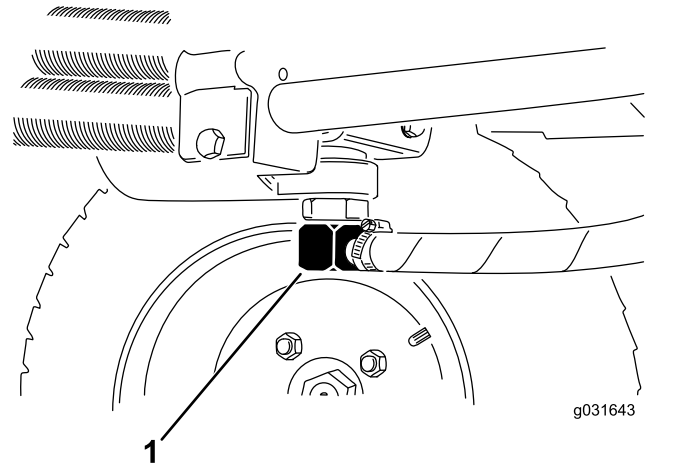
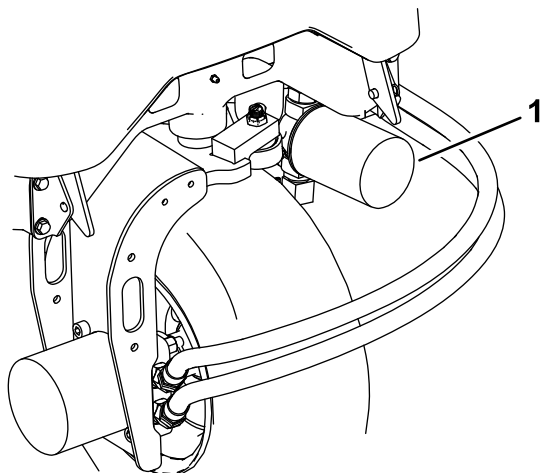

Figure 64
Figure 66
- Débranchez la conduite hydraulique ou enlevez le filtre hydraulique et laissez couler l'huile dans un bac de vidange (Figure 66 et Figure 64).
- Rebranchez la conduite hydraulique quand la vidange est terminée (Figure 64).
- Nettoyez la surface autour de la zone de montage du filtre et déposez le filtre (Figure 66).